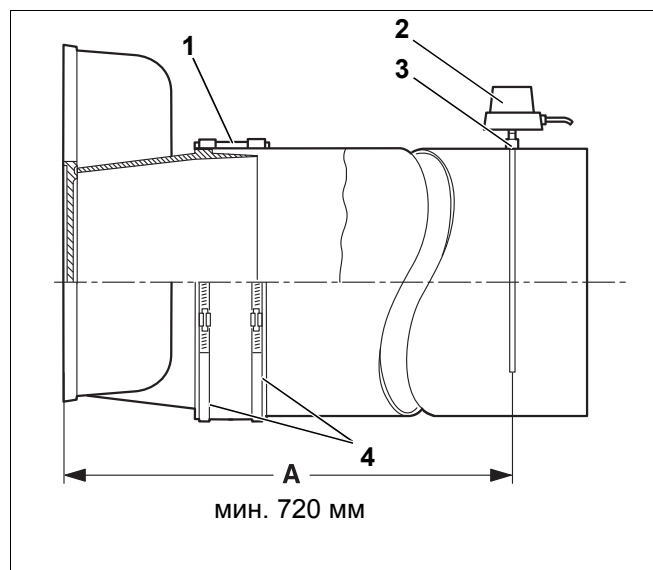

Рис. 29 Подсоединение к дымовой трубе
Мы рекомендуем установить уплотнительную манжету для соединения котла с дымовой трубой (рис. 29, [1]).
- ▶ Наденьте хомуты с винтовой стяжкой (рис. 29, [4]) на уплотнительную манжету. Один хомут сдвиньте на патрубок дымовых газов, другой - на присоединительный участок дымовой трубы.
- ▶ Приварите муфту (рис. 29, [3]) к дымовой трубе на расстоянии равном 2 диаметрам дымовой трубы (A) от коллектора дымовых газов (минимум 720 мм).
- ▶ Датчик температуры дымовых газов (рис. 29, [2]) устанавливается в соответствии с отдельной инструкцией по монтажу.